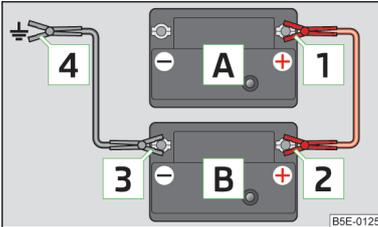

Abb. 167
- › Ein Ende **1** am Pluspol **A** befestigen » Abb. 167.